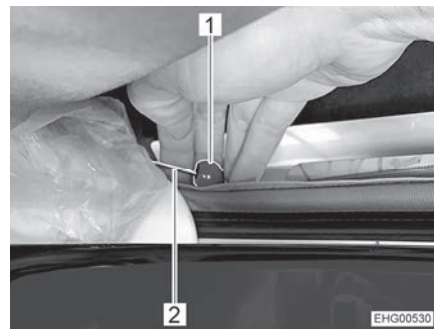

Fig. 90 Desbloqueo de emergencia
- Tirar del botón rojo (Fig. 90,1) del cables de accionamiento (Fig. 90,2) en ambos lados.